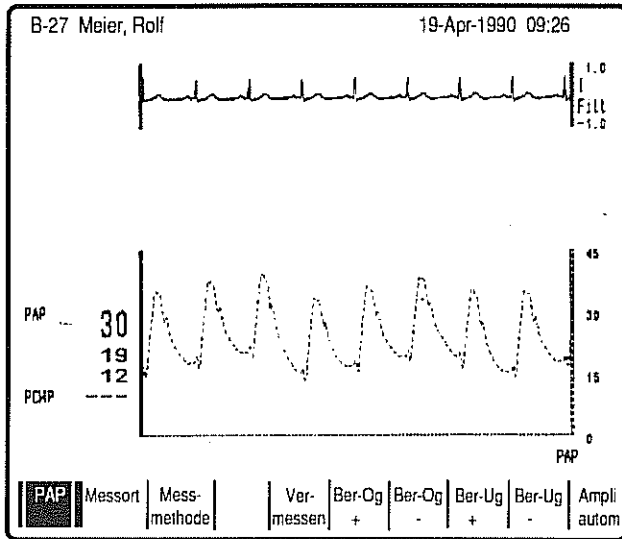

Bild 13
* Rufen Sie wie unter 6.5.3 beschrieben das Signalbild des Pulmonaldrucks auf (Bild 13).